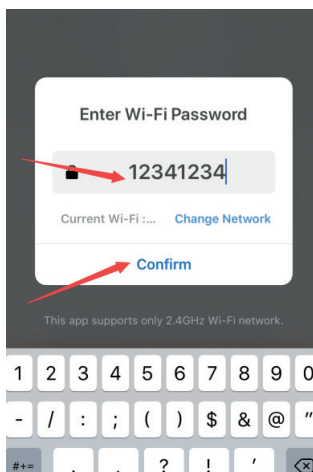

Bild 4
- C. Geben Sie das WIFI-Passwort ein und bestätigen Sie es, wie in Abbildung 4 gezeigt.